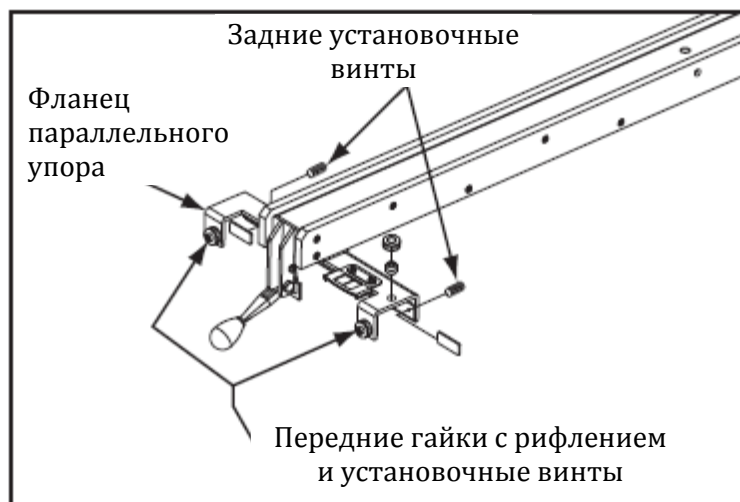

Рис. 77. Расположение установочных винтов, служащих для регулировки параллельности параллельного упора и усилия прижима
3. Отворачивать передние гайки с рифлением и установочные винты, показанные на рис. 77, до тех пор, пока они не будут слегка ввёрнуты во фланец параллельного упора.
4. Выворачивать задние установочные винты до тех пор, пока они не будут слегка ввёрнуты во фланец параллельного упора (рис. 77).
3. Ввернуть каждый задний установочный винт (рис. 77) на 1/6 оборота.
8. Ослабить обе передние рифлёные рукоятки (рис. 77). Затянуть установочные винты так, чтобы они просто касались трубы параллельного упора, отвернуть их на пол-оборота, затем затянуть рукоятки.